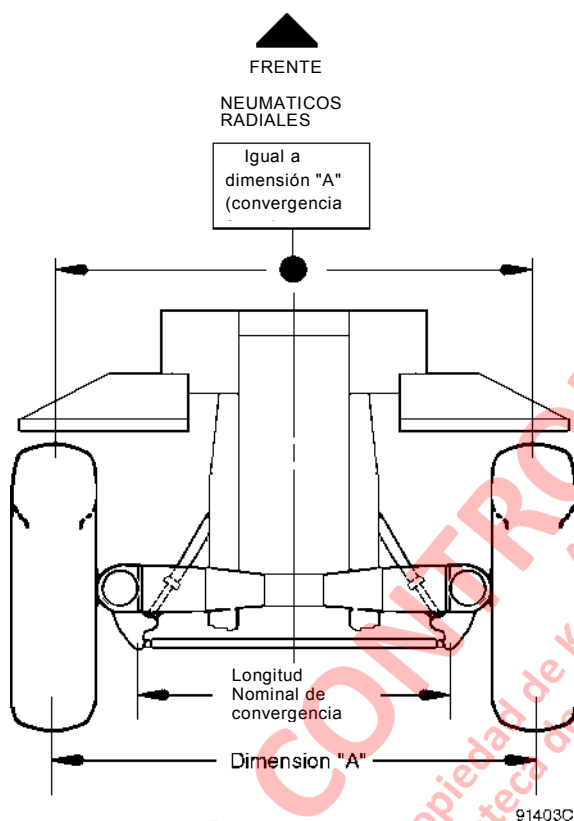

FIGURA 3-15. MEDIR AJUSTE DE CONVERGENCIA
3. Si el dedo del pie-en midiendo la distancia entre los centros de los neumáticos delanteros. Obtener las medidas en la línea central horizontal (dimensión "A", figura 3-15) en la parte delantera y posterior de los neumáticos.